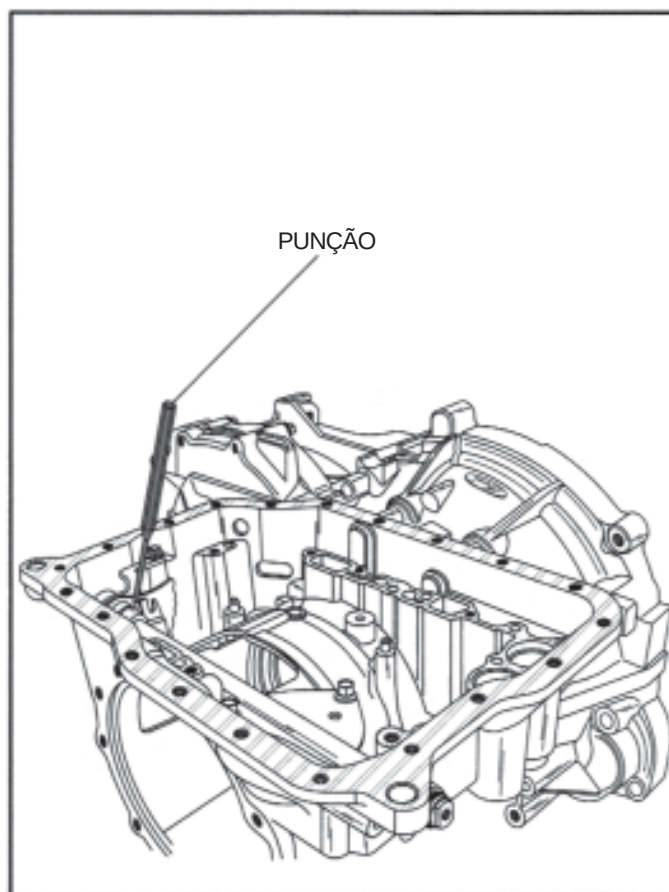

Figura 155
9. Faça o alinhamento do eixo da alavanca manual dentro do conjunto de controle interno da alavanca e instale um novo pino laminado, conforme ilustrado na Figura 155.